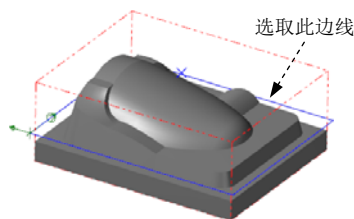

图 17.5 定义加工边界
(2) 设置加工边界。在 **Containment boundary** 区域中单击 按钮，系统弹出“串连选项对话框”。在图形区中选取图 17.5 所示的边线，单击 按钮，系统返回至“刀具路径的曲面选取”对话框。
(3) 单击 按钮，完成加工区域的设置，同时系统弹出“曲面粗加工挖槽”对话框。